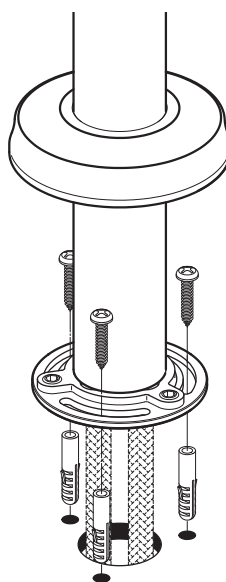

Fig. 2.1
Utiliser les vis de fixation nécessaire au type de plancher pour visser la base de montage au plancher (fig. 2.1 et 2.2).
- Plancher de bois recouvert de céramique: utiliser les chevilles au besoin (fig. 2.1).
Use the screws needed for the type on floor to install mounting base (fig. 2.1 et 2.2).
- Wood floor covered with ceramic tiles: use anchors if needed (fig. 2.1).